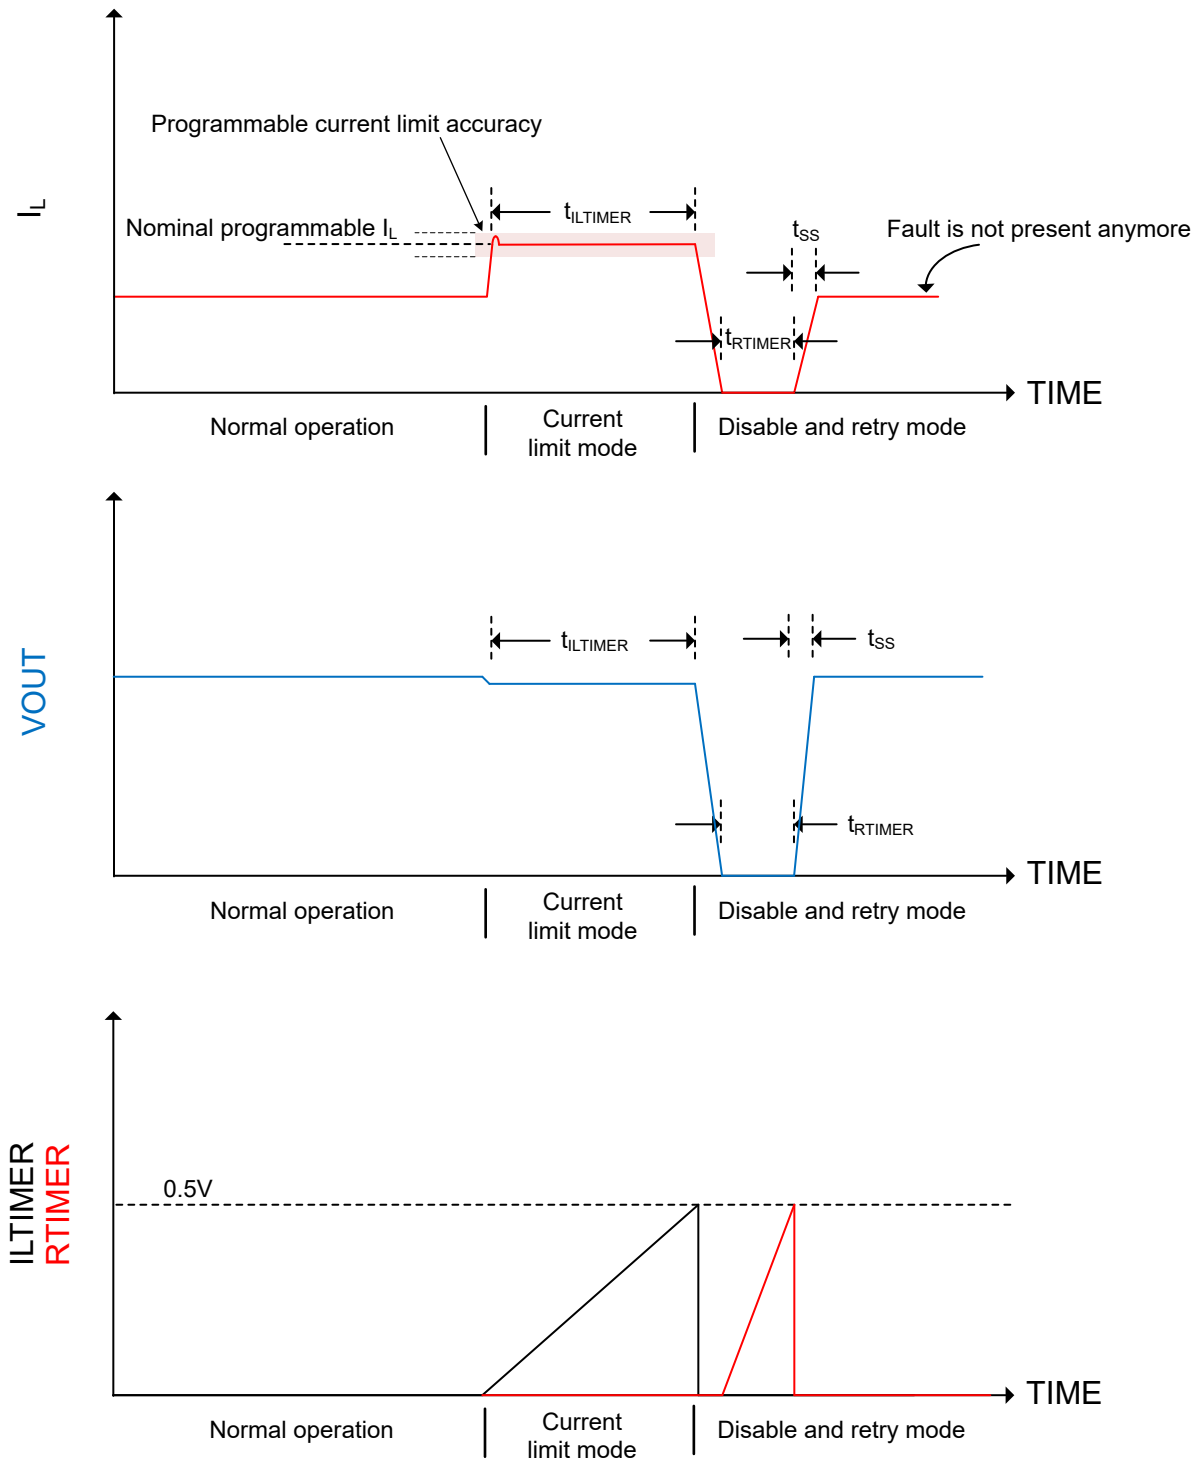

图 8-3. 软短路可编程故障计时器运行（电容器连接到 ILTIMER 和 RTIMER 引脚）
可以使用从 IL 引脚连接到 GND 的外部电阻器对电流限制进行编程。该编程电流限制（精度为  $\pm 20\%$ ）是指通过器件的持续电流，因此在最大额定电流（6A）下工作时，需要将编程电流限制设置为高出 20%。可编程电流限制可防止发生软短路，如 图 8-3 所示。 $V_{IN} \leq 3V$  时，请使用 方程式 7 计算电流限制电阻值  $R_{IL}$ （单位是欧姆）； $V_{IN} > 3V$  时，请使用 方程式 8 计算，其中  $I_L$  是编程电流限制值（单位是安培）。
- 图 8-3：使用电流限制计时器和重试计时器的单次软短路事件。
软短路（其中可编程电流限制已达到并进行响应）时，ILTIMER 和 RTIMER 引脚的行为如图 8-3 所示。在该图中，假定在开关禁用并再次启用（重试模式）后故障不存在。如果重试模式后故障存在，器件将进入电流限制模式，并且此循环会一直重复进行直到故障不再存在。